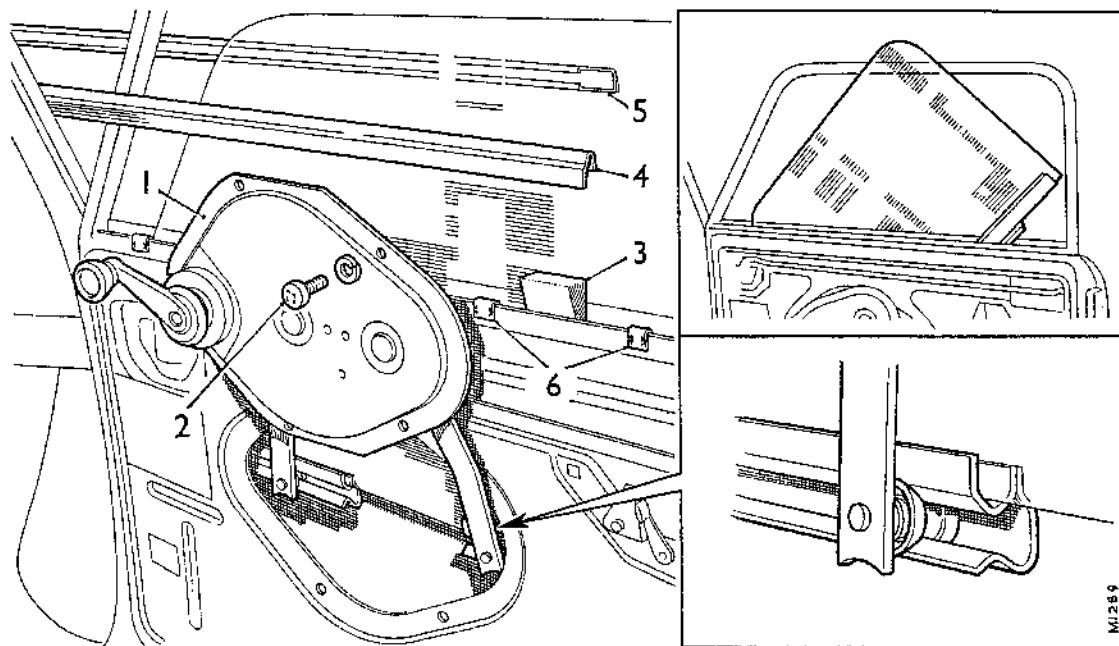

Fig. Rb.8
- (2) Quitar las tiras de acabado interior y exterior (Fig. Rb.8).
- (3) Quitar los tornillos de fijación del regulador del cristal y utilizar la manivela del regulador para levantar el cristal hasta la mitad aproximadamente de su recorrido (Fig. Rb.8) y utilizar una cuña o un calzo de madera para mantenerlo en esta posición mientras se desmonta el regulador.
- (4) Apalancar el conjunto del regulador para separarlo ligeramente del panel de la puerta y girar la manivela hasta que los brazos queden en posición vertical (ver Fig. Rb.8). Los brazos del regulador se pueden desprender ahora del canal soportacristales moviendo el regulador hacia la parte anterior de la puerta hasta liberar el brazo posterior y a la inversa para el otro brazo.
- (5) Sujetando el cristal, soltar la cuña y sacarlo de la puerta girándolo como indica la Fig. Rb.8.
de que está bien colocado en los cañales de soporte y acuñado en la posición indicada en la Fig. Rb.8, a fin de facilitar el enganche de los brazos del regulador. Aplicar algún producto de sellado alrededor del borde de la placa del regulador.